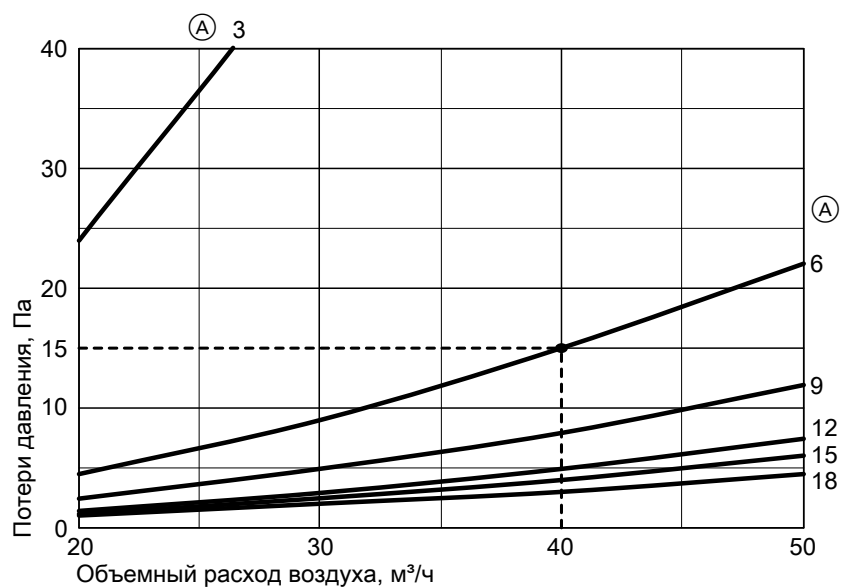

Рис. 87
1. В зависимости от планируемых значений потери воздуха и объемного расхода воздуха с помощью диаграммы для отдельных участков определить необходимый кольцевой зазор (рис. 87).